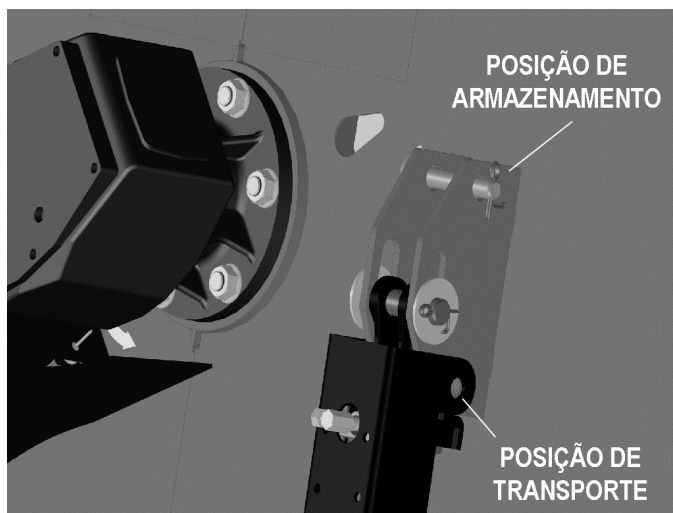

Figura 2. Pino de bloqueio de transporte
5. Abaixue o cilindro contra as barras de bloqueio (figura 2).